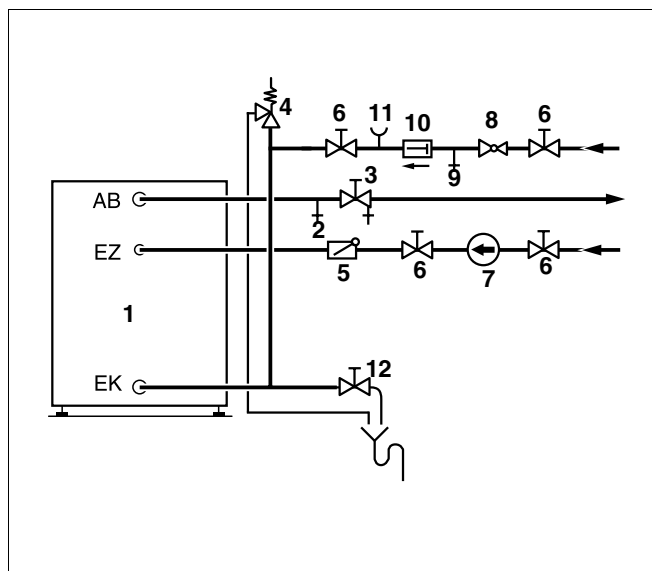

Fig. 5 Installazione e allacciamento delle rete idrica sanitaria (illustrazione schematica)
- Montare la valvola d'aerazione e disaerazione (fig. 5, **pos. 2**) nella tubazione dell'acqua calda prima della valvola d'intercettazione (fig. 5, **pos. 3**).
- Sulla valvola di sicurezza (fig. 5, **pos. 4**) va applicata una targhetta con la seguente scritta: "Non chiudere la tubazione di sfogo. Durante il riscaldamento può fuoriuscire acqua per ragioni di sicurezza."